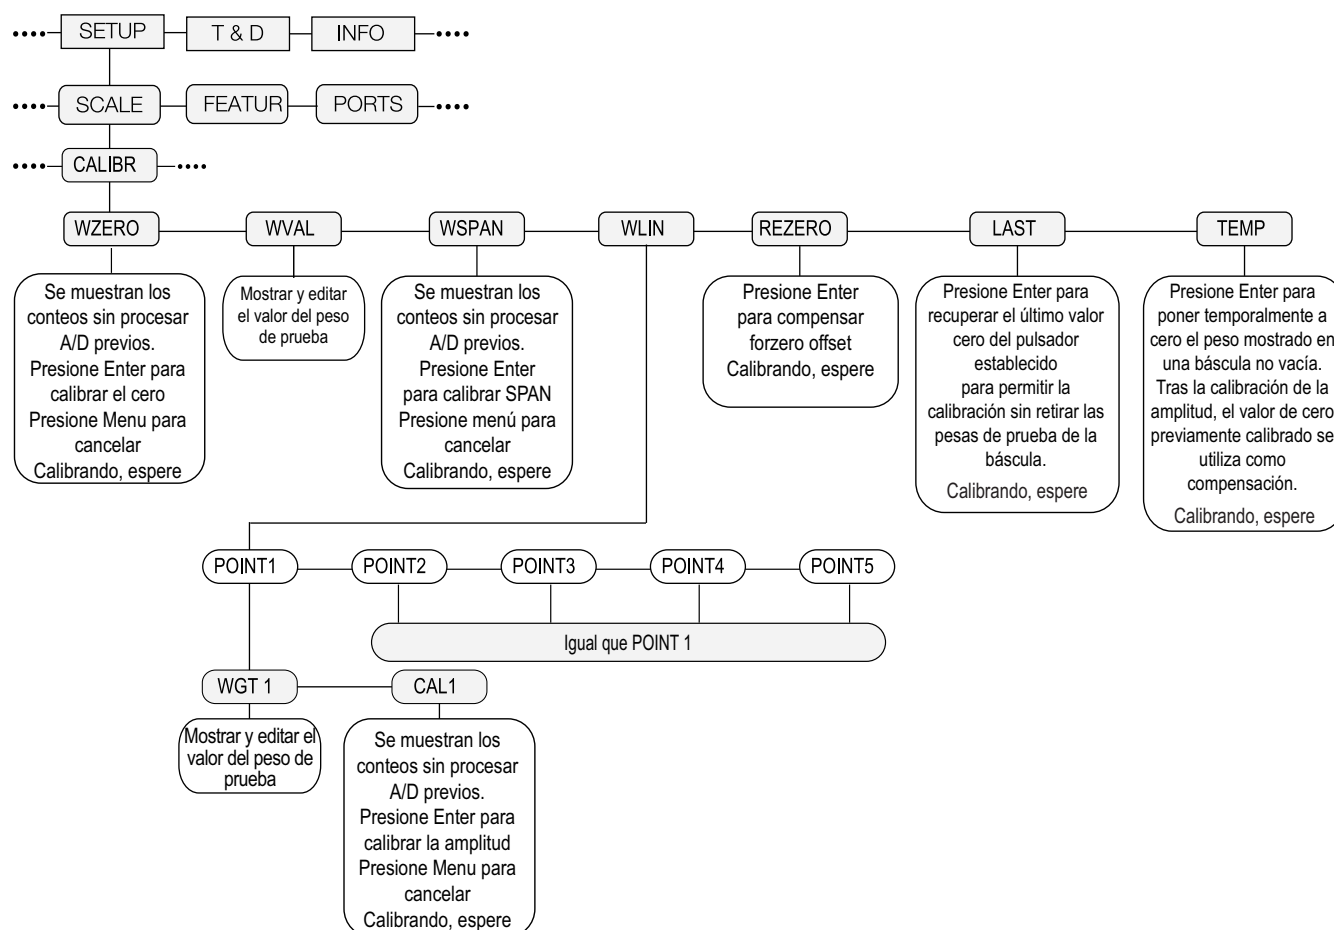

Figura 4-1. Menú de calibración (CALIBR)
1. Ponga el indicador en modo de configuración utilizando el interruptor de configuración en la parte posterior de la unidad. Consulte la Figura 3-1 en la página 44, (o utilice  si se ha habilitado la pista de auditoría), y navegue a CALIBR, consulte la Figura 4-1 en la página 71.